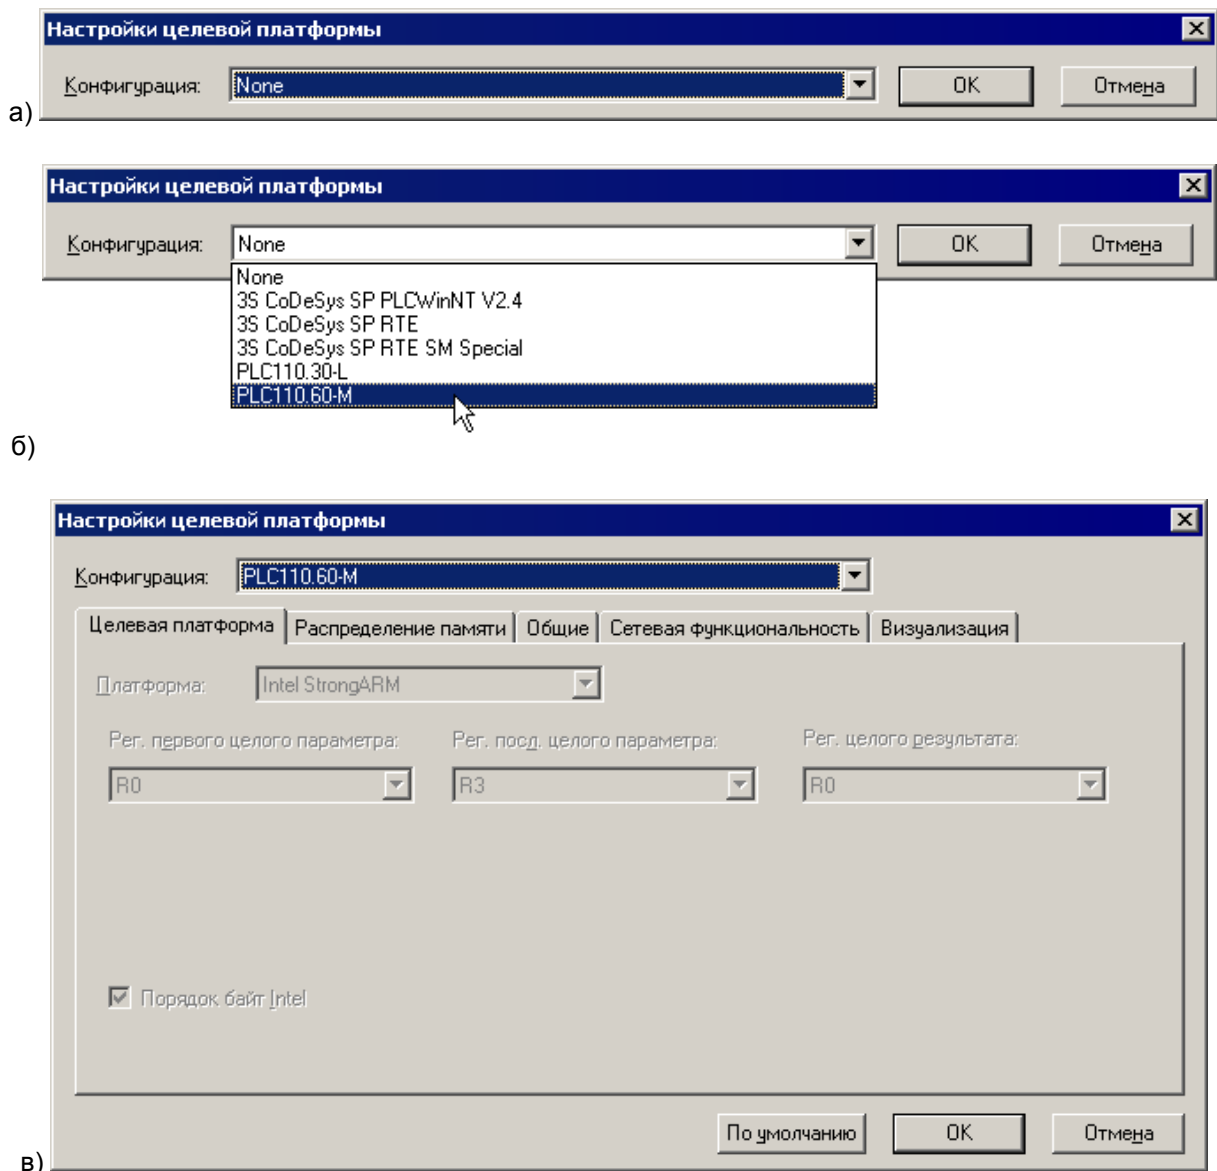
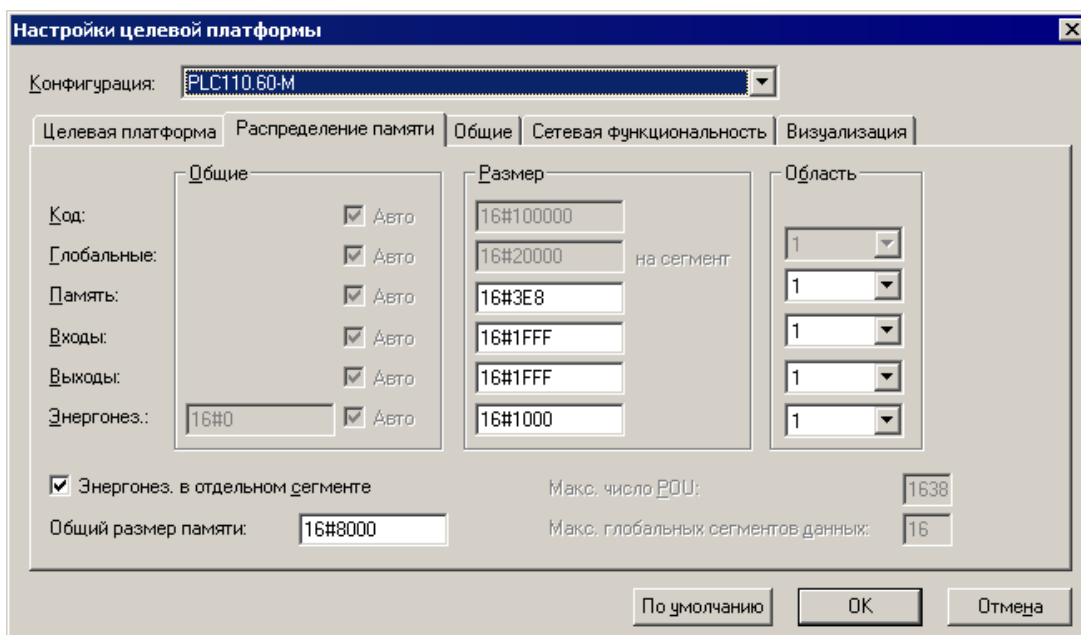

Рисунок 3.4 – Окно «Настройки целевой платформы (Target Setting)»
Рисунок 3.5 – Окно « Настройки целевой платформы (Target Setting)», вкладка «Распределение памяти (Memory Layout)»
- 3) В открывшемся окне «Настройки целевой платформы (Target Settings)» (рисунок 3.4, а) – нажатием на кнопку у правого края поля «Конфигурация (Configuration)» раскрыть список предварительно установленных на ПК Target-файлов (см. п. 3.2). В списке – выделить требуемый файл (рисунок 3.4, б) и щелкнуть на его названии левой кнопкой мыши.
- 4) В открывшихся вкладках окна «Настройки целевой платформы (Target Setting)» отображаются установленные производителем значения параметров целевой платформы (рисунок 3.4, в). Как правило, установленные производителем значения параметров не требуют изменения. Исключения могут составить размеры сохраняемой при отключении питания Retain-памяти и памяти входов/выходов. По умолчанию размер сохраняемой при отключении питания Retain-памяти установлен равным 4 кБ, но при необходимости может быть увеличен до 16 кБ. Для того, чтобы увеличить размер Retain-памяти, следует перейти на вкладку «Распределение памяти (Memory Layout)» окна «Настройки целевой платформы (Target Setting)» (см. рисунок 3.5), и исправить значение в строке Retain («Энергонез.»): значение «16#1000» заменить на «16#4000».
- Для того, чтобы увеличить размеры памяти входов/выходов, следует перейти на вкладку «Распределение памяти (Memory Layout)» окна «Настройки целевой платформы (Target Setting)» (см. рисунок 3.5), и исправить значение в строках «Входы»/ «Выходы»: значение